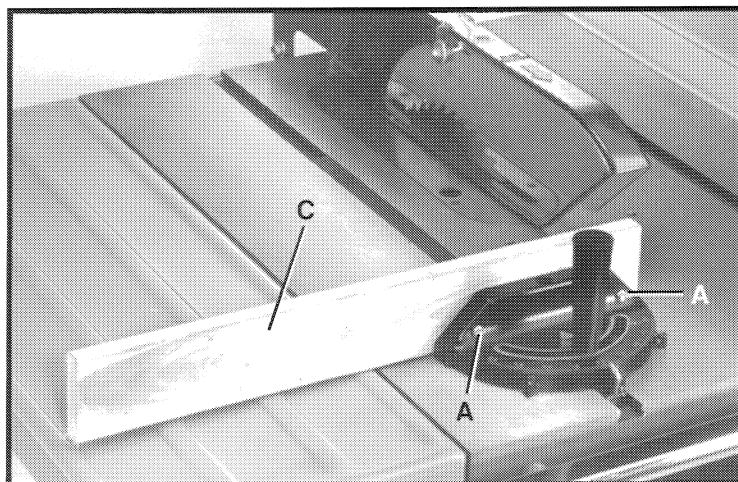

Fig. 84
Para mayor seguridad y conveniencia, la escuadra de ingletes puede ser equipado con un refrentado auxiliar de madera (C), como se ilustra en la Fig. 84, que debería ser por lo menos 1 pulgada más alta que la profundidad máxima del corte, y que debería extenderse 12 pulgadas o más a un lado de la hoja, dependiendo de cuál ranura de la escuadra de ingletes se utilice. Este refrentado auxiliar de madera (C) puede ser ajustado al frente de la escuadra de ingletes utilizando dos tornillos de madera (A) a través de los hoyos proporcionados en el cuerpo de la escuadra de ingletes y en el refrentado de madera.